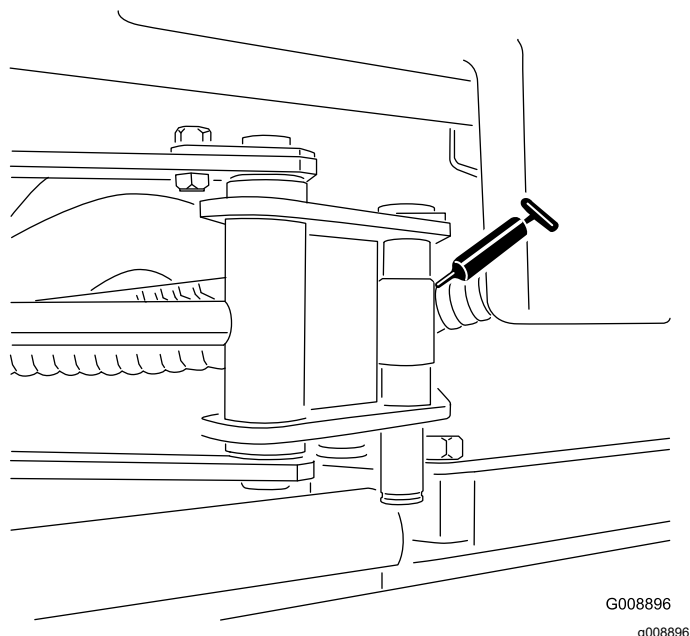

Рисунок 35
- Два торца цилиндров SideWinder (Рисунок 35)